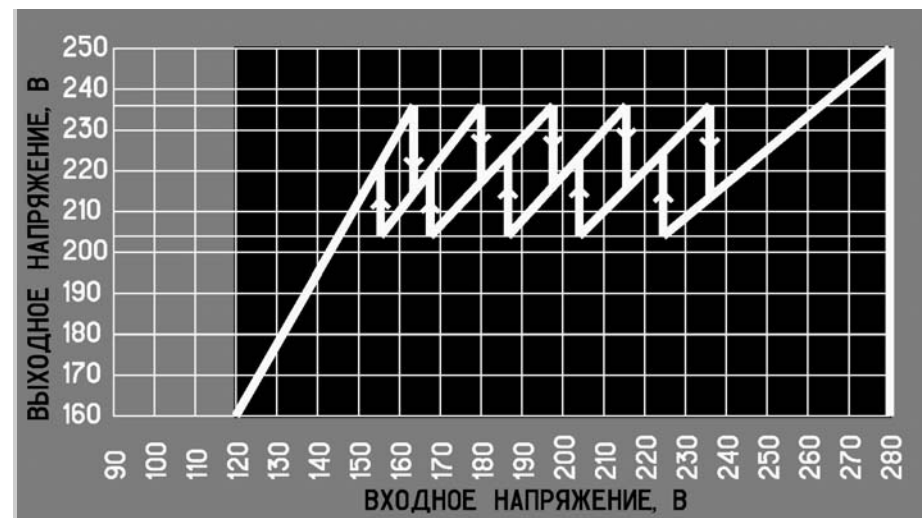

Рис. 2.
5.1.2. Выходное напряжение стабилизатора автоматически поддерживается в диапазоне величин от 204В до 236В (Рис. 2), что соответствует требованиям на предельно допустимые значения отклонения напряжения электропитания по ГОСТ 13109-97 «Нормы качества электрической энергии в системах электроснабжения».